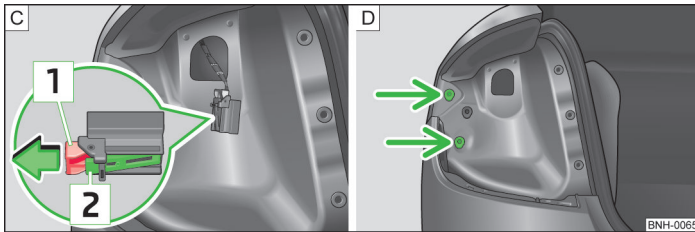
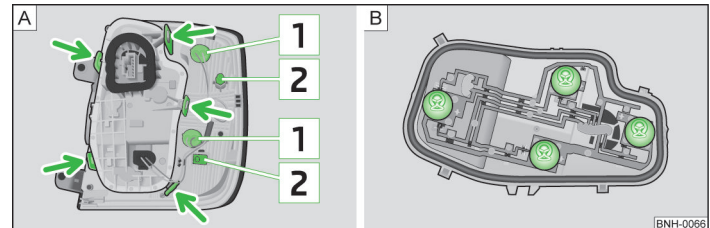

Abb. 134 Leuchtenstecker / Leuchte einbauen
Abb. 135 Äußerer Teil der Leuchte / Innerer Teil der Leuchte
- › Die Verriegelung » Abb. 134 am Stecker in Pfeilrichtung ziehen.
- › Die Verrastung » Abb. 134 drücken und den Stecker abziehen.
- › Die Rückleuchte vorsichtig in die Karosserie hineindrücken, sodass die Bolzen » Abb. 135 an der Leuchte in die Aufnahmen in der Karosserie » Abb. 134 - eingreifen.
- › Die Lampenfassung » Abb. 135 entgegen dem Uhrzeigersinn drehen und aus dem Leuchtengehäuse herausnehmen.
- › Den Lampenhalter an den Verriegelungslaschen entriegeln » Abb. 135 - und den Lampenhalter aus der Rückleuchte herausnehmen.
- › Die Lampenfassung bis zum Anschlag entgegen dem Uhrzeigersinn drehen und aus dem Leuchtengehäuse » Abb. 135 - herausnehmen.